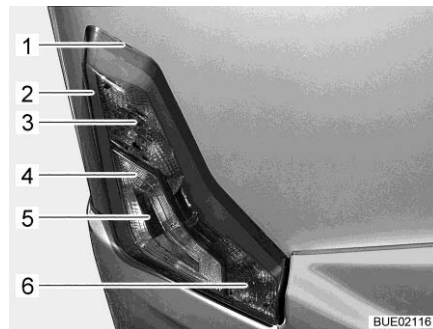

Bild 290 Belysning bak
- Sätt i ett platt verktyg i skåran (Bild 290,1) och lyft av huset försiktigt.